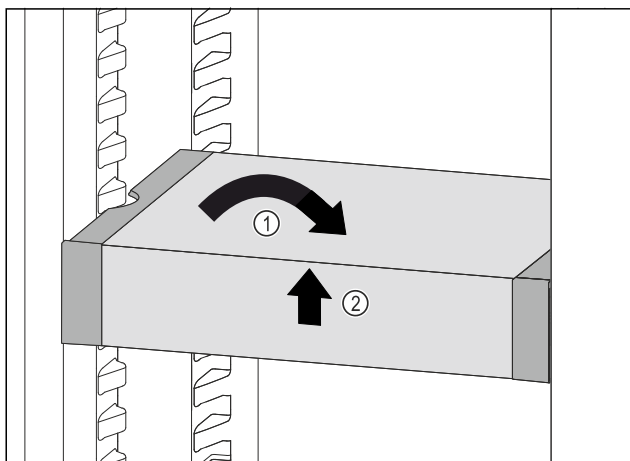

Fig. 87
- VarioSafe postavte rovně. Fig. 87 (1)
- VarioSafe vpředu zvedněte. Fig. 87 (2)